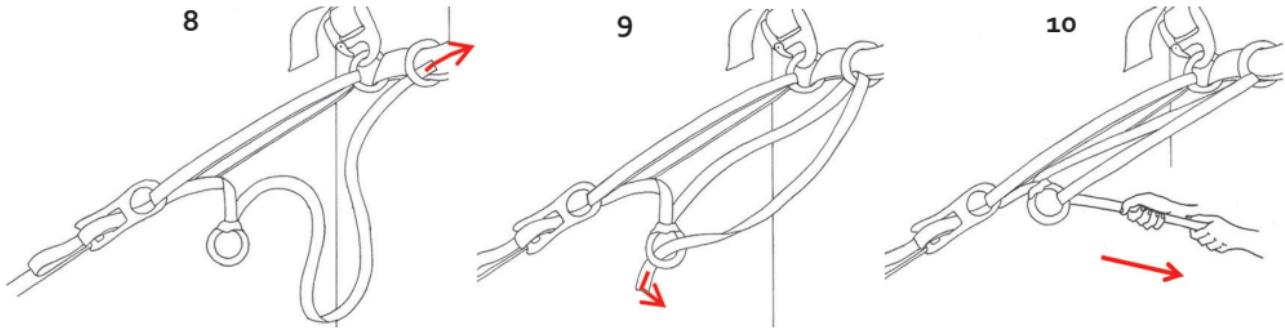

Fig. 13
- Infilare innanzitutto il nastro rimanente attraverso l'anello Express infilato nella fettuccia e poi lasciare andare attraverso il secondo anello Express (Fig. 13, 8–9).
- Portare la Slackline in tensione come solito sul nastro rimanente in allungamento della Slackline (Fig. 13, 10).